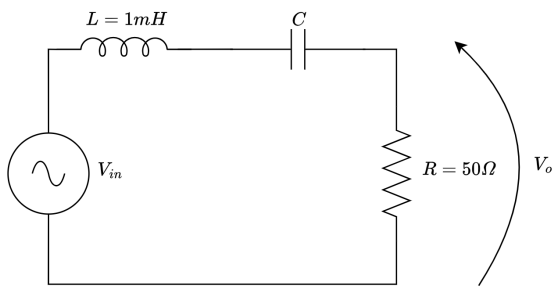

Figura 4: Circuito 4
3. Para el circuito de la **Figura 4**, ¿cuánto es la ganancia máxima? ¿Puede ganar más de 0dB? Justifique.